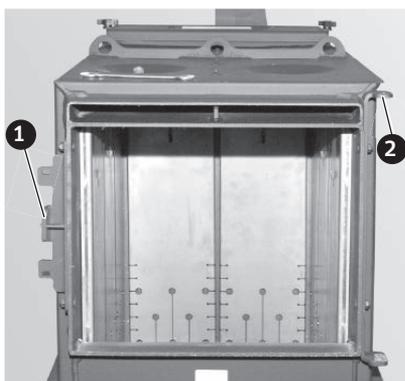

Fig. 16 Intervertir le support de porte et le palier de fermeture
- ▶ Dévisser le support de porte et le palier de fermeture du corps de la chaudière et les revisser et les intervertissant – Fig. 16.